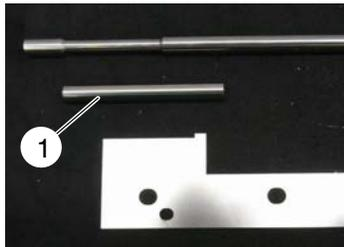

Fig. 5-4
**NOTA:** Com cada barra rotativa, a Nordson fornece uma cavilha de teste (1, fig. 5-4). Ela serve para otimizar o ajuste da sede da barra rotativa. O diâmetro da cavilha de teste é 0,02 mm superior ao da barra rotativa. Consulte a utilização da cavilha de teste em 9. e 12.